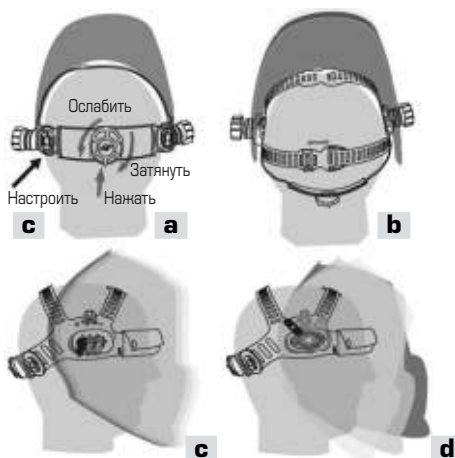

Рис. 1 Настройка удобства работы
- а)** Наденьте маску на голову. Нажмите регулируемую ручку вниз (в заднем положении головы), одновременно вращая ее против часовой стрелки, чтобы увеличить длину окружности обруча, или по часовой стрелке, чтобы уменьшить длину окружности головного обруча (см. рис. 1а).
- б)** Настройте оптимальную глубину маски (см. рис. 1б).
- в)** Настройте расстояние между маской и лицом (см. рис. 1с).
- г)** Настройте положение ограничения угла на маске (см. рис. 1д).
- е)** Настройте угол обзора (см. рис. 1а).